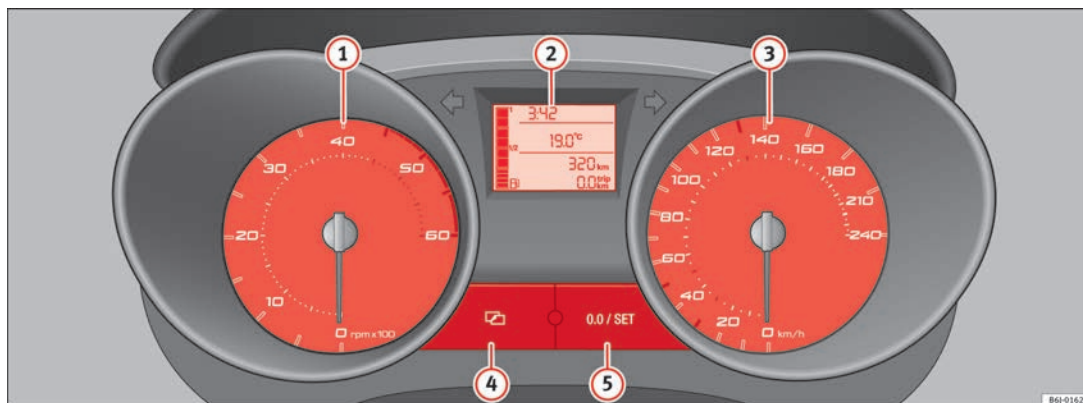

Abb. 30 Ausschnitt aus der Instrumententafel: Kombiinstrument
Der Beginn des roten Bereichs → Abb. 30 ① weist auf die maximale Motordrehzahl bei Betriebstemperatur hin. Vor Erreichen dieses Bereiches sollte in den nächsthöheren Gang geschaltet, die Wählhebelstellung D gewählt oder der Fuß vom Gaspedal genommen werden.
- Betätigen Sie die Taste ④ ⇒ Abb. 30, um die Uhrzeit einzustellen. Die Option „Stunden“ blinkt am Display auf und mit der Taste ⑤ „set“ ⇒ Abb. 30 wird sie eingestellt.
- Zum Einstellen der Minuten erneut die Taste ④ betätigen und die Option Minuten wählen. Mit der Taste ⑤ „set“ werden die Minuten eingestellt.